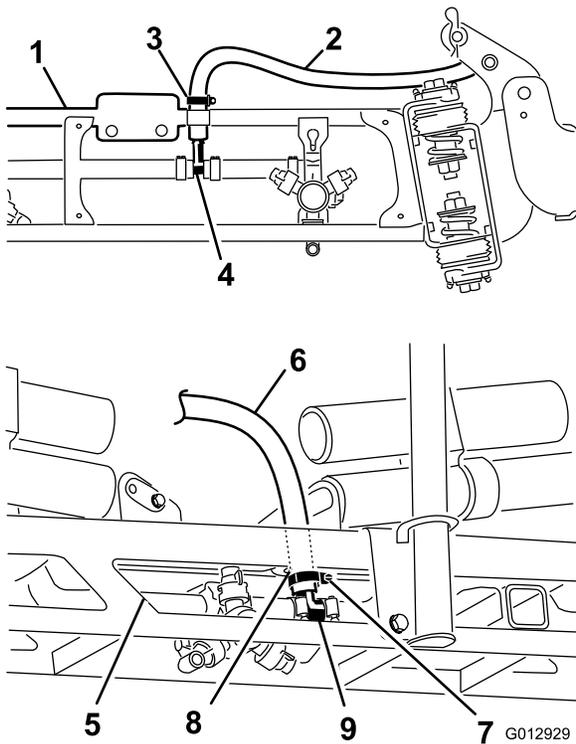

Figura 32
3. Utilize sabão líquido para revestir a parte dentada da tubagem das ligações em T em ambas as rampas de extensão (Figura 32). Instale a tubagem de extensão da rampa por cima da parte dentada e prenda-a com uma braçadeira.
4. Utilize sabão líquido para revestir a parte dentada da tubagem da ligação em T da rampa central Figura 32.
5. Oriente a tubagem da rampa central através da abertura em olhal na rampa central. Ligue a tubagem de alimentação da rampa central na parte dentada com sabão e prenda-a com uma braçadeira de tubagem Figura 32.